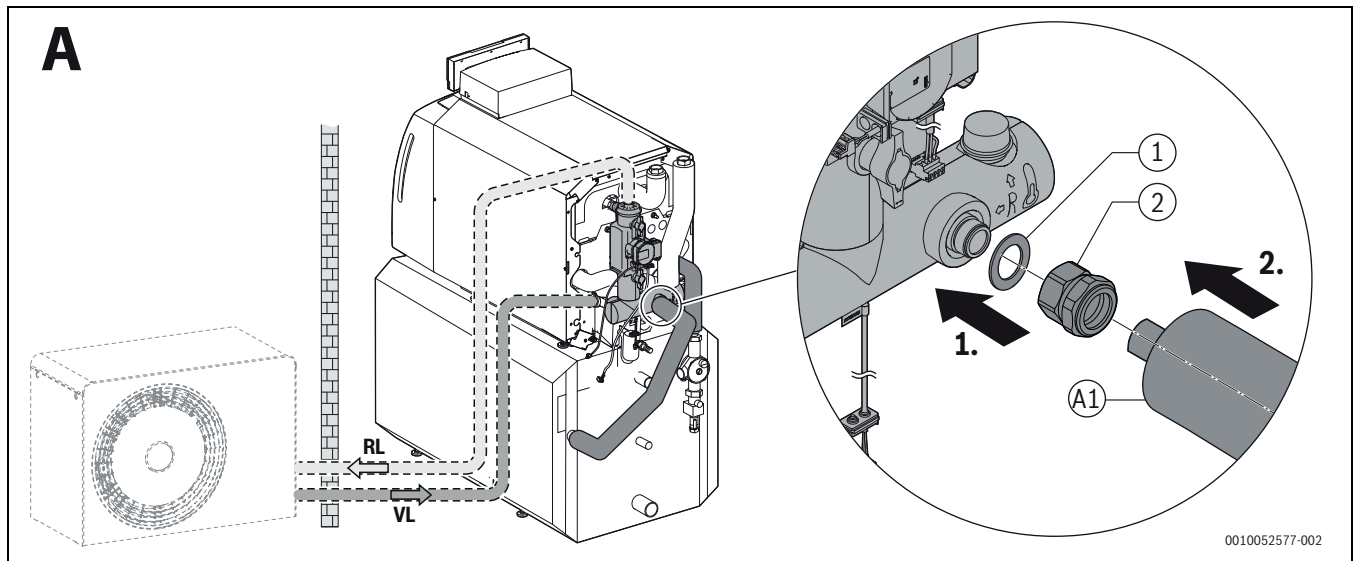

Fig. 7 Montage de la connexion ballon du ballon horizontal, variante A, exemple d'illustration pour taille de chaudière 18 kW
- Assemblage de la tuyauterie connexion ballon pour les ballons horizontaux placés en dessous (→Fig. 7; →notice d'installation à part).
Lors de l'installation avec le ballon horizontal, **variante A** (→ fig. 7), les tuyaux de raccordement doivent être raccourcis si nécessaire.
- ▶ Raccourcir et monter les tuyaux conformément à la fig. 7.